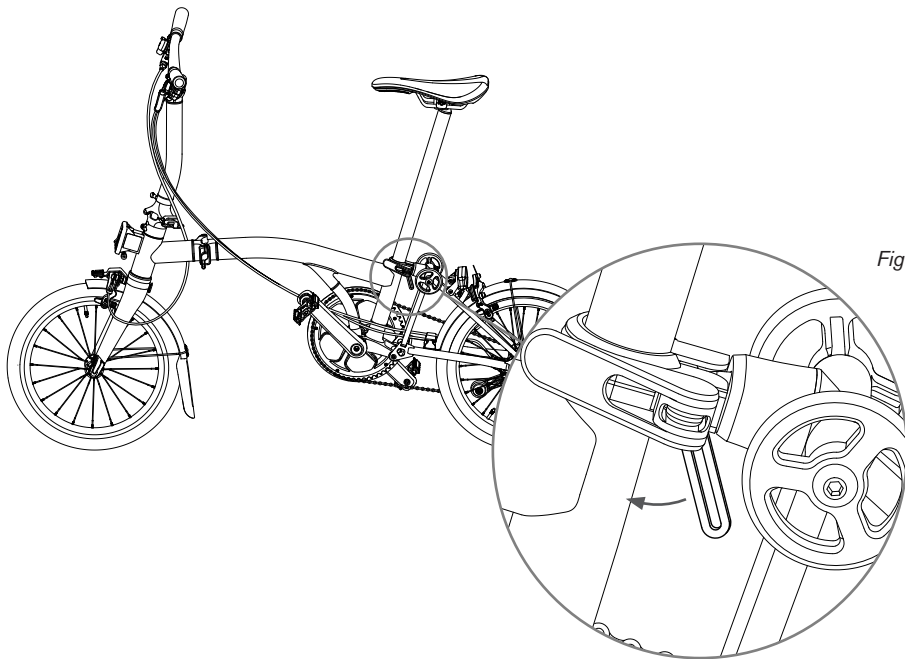

Fig. 12
- Insira o cabo interior IC no respetivo invólucro CH (fig. 12).
- Com um alicate de pontas ou uma ferramenta similar, puxe o cabo pelo invólucro e insira-o no sistema desviador (fig. 12).
Para soltar o quadro traseiro, empurre o manípulo pequeno (fig. 12) para a frente e levante a bicicleta, para que o bloco da suspensão se afaste do trinco e a roda traseira dobre para debaixo do quadro. Desça a bicicleta para a posição de estacionamento.